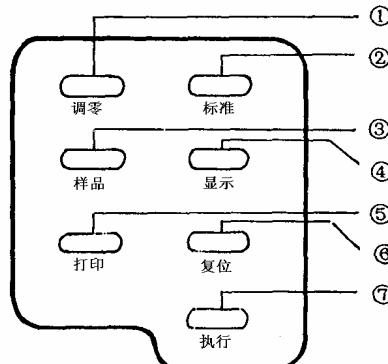

图 5
2.操作键部分：由七个按键组成，其作用是操作仪器进行调零、调白、测量、显示、打印输出测量结果。见图 5。